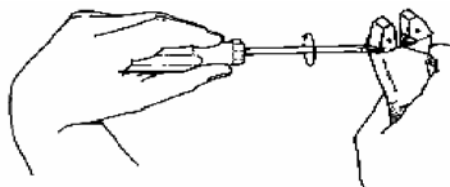

Рис. 13.5. Регулировка губок пресса E-9BM
13.1.5. Установить губки пресса E-9BM в положение «толстая-тонкая» (рис. 13.5).